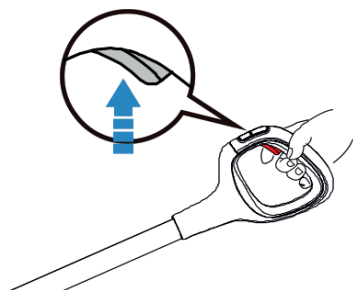

Fig. 12
- Pressionando o gatilho, conforme ilustrado na Fig. 12, começa a ser injetada água limpa na escova. Largando o gatilho, a água pára de ser injetada. No modo TURBO, a velocidade de sucção e injeção de água é maior do que no modo normal de funcionamento.